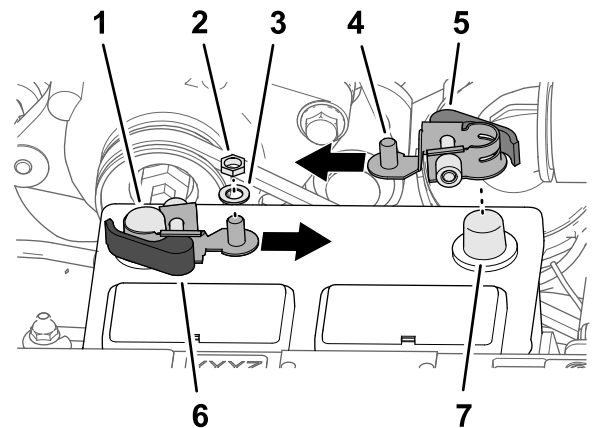

Bild 207
1. Entfernen Sie die Sechskantmutter und die Scheiben von den Schnellanschlussklemmen am roten und schwarzen Hebel (**Bild 207**).
- Montieren Sie die Schnellanschlussklemme am Minuspol der Batterie; der Gewindestift der Klemme muss zur Mitte der Batterie ausgerichtet sind, wie in Bild 207 abgebildet.